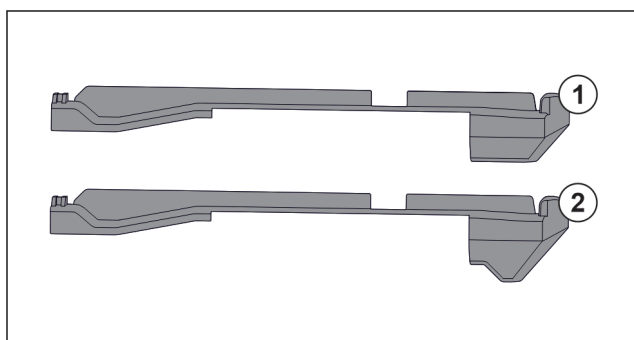

Fig. 123 Сравнение на наставките
В уреда има два вида наставки. Наставката над най-долното чекмедже Fig. 123 (2) има триъгълен ръб. Всички останали наставки Fig. 123 (1) имат прав ръб.
- ▶ Поставете наставката Fig. 123 (2) с триъгълния ръб над най-долното чекмедже.
- ▶ Поставете наставка Fig. 123 (1) с прав ръб на всички останали места.